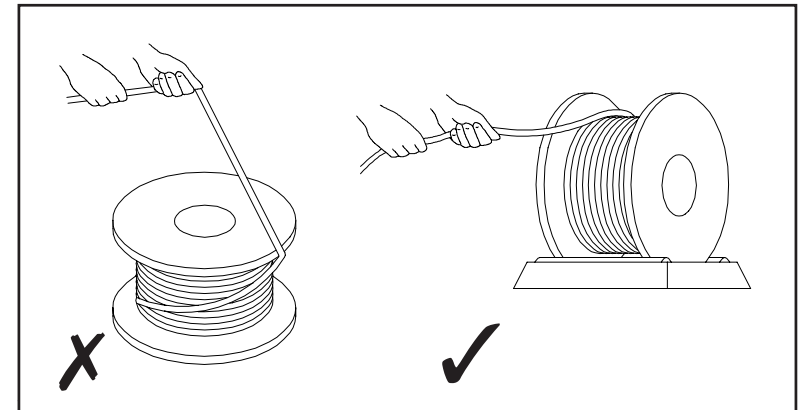

Figure 1
1. Pour enlever le câble détecteur d'une bobine, il faut toujours placer la bobine sur un dérouleur. Sans cela, il peut y avoir formation de coudes ou de nœuds qui risquent d'endommager l'intérieur du câble (voir figure 1). Assurez-vous que le câble détecteur n'est pas soumis à des tensions ou à des à-coups pendant qu'il est déroulé de la bobine.
2. Marchez en direction de la fin de la zone en déroulant le câble détecteur de la bobine et en le laissant reposer sur le sol. Référez-vous à la Figure 1, page 7.